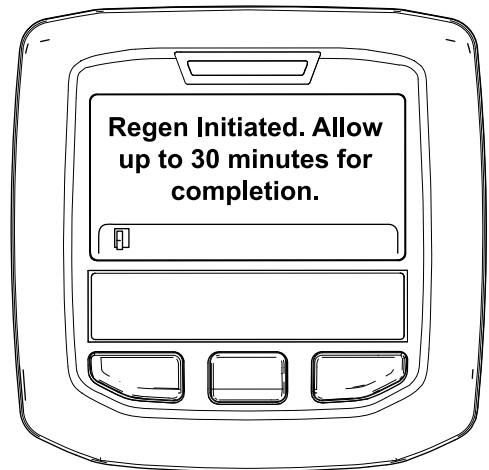

Figura 36
- Si la regeneración está permitida, en el InfoCenter se muestra el mensaje “Regeneración iniciada. Esperar 30 minutos para que se complete”, espere a que la máquina complete el proceso de regeneración en estacionamiento (Figura 36).